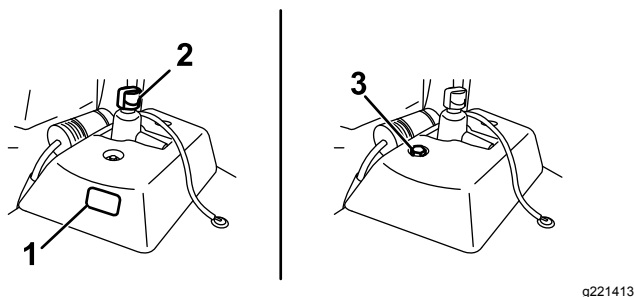

Figura 48
- Se il serbatoio idraulico ausiliario è dotato di un vetro spia, verificate attraverso di esso il livello dell'olio (**Figura 48**), quindi andate al passaggio 5.
- Se il serbatoio idraulico ausiliario non ha un vetro spia, individuate l'asta di livello presente sulla macchina (**Figura 48**), quindi andate al passaggio 3.